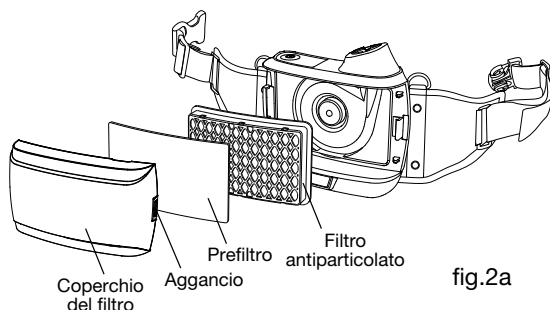

fig.2a
- Installare il filtro antiparticolato come indicato nella fig.2a.